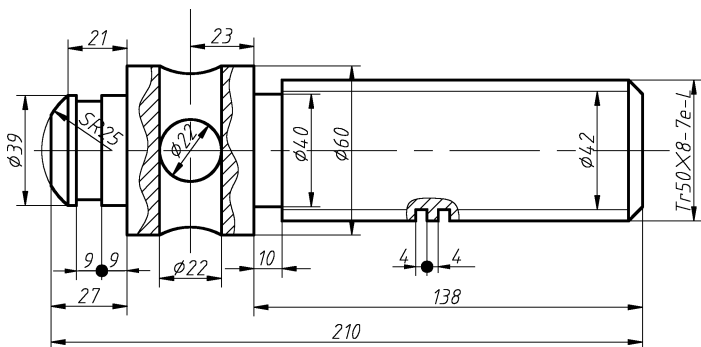

图 11-17 螺杆的尺寸标注示例
2) 标注圆和圆弧。“SR25”尺寸是先用“半径”样式标注的，然后在编辑时，双击该文字，可以补充尺寸文字“S”符号。同样，还有 5 个直径尺寸“39”“40”“42”“50”“60”是用“直线”样式标注的，先使用“线性”命令直接标注，之后可双击文字进行修改补充直径 ϕ 符号和“Tr50×8-7e-L”。或者在系统提示选项时，可以选择“多行文字”进行文字编辑，结果如图 11-17 所示。